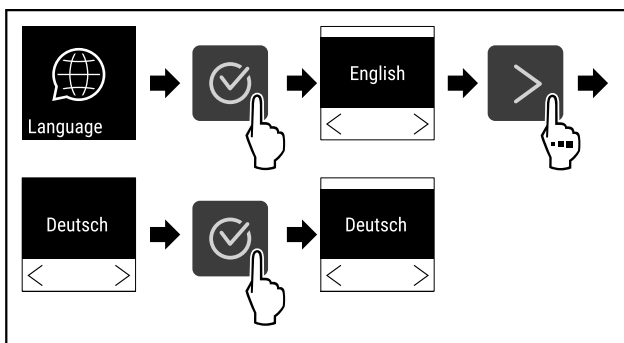

Fig. 76
- ▶ Stappen (zie Fig. 76) uitvoeren.